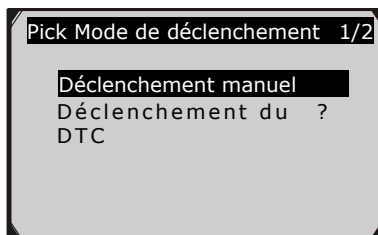

Figure 5.21
- 4) Utilisez le bouton de défilement **HAUT/BAS** pour sélectionner un mode de déclenchement et appuyez sur le bouton **OK**.( Figure 5.21)